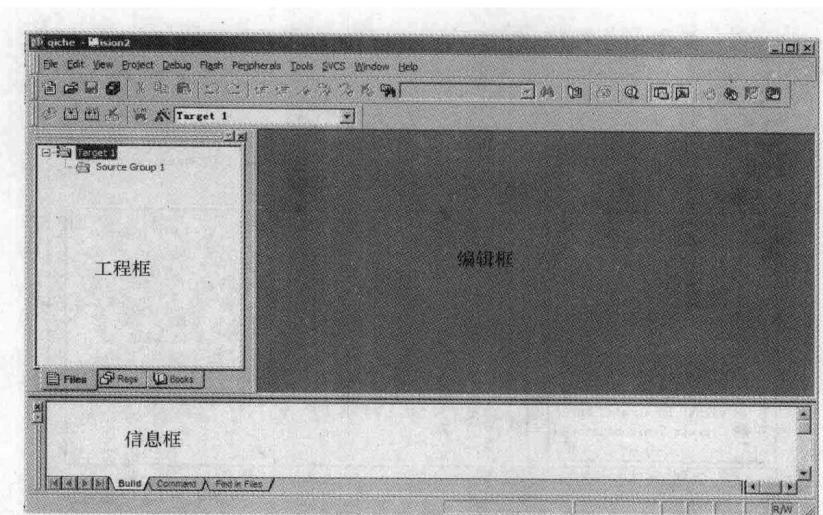

图 1-3 KEIL51 界面
1) 启动 KEIL51 进入编辑程序环境。如图 1-3 所示。